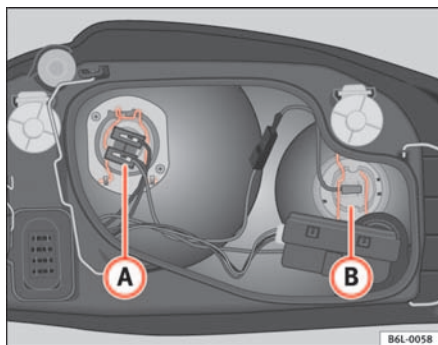

Abb. 145 Glühlampe
- Ziehen Sie den Stecker vom Lampenkabel ab **B** ⇒ Abb. 145.